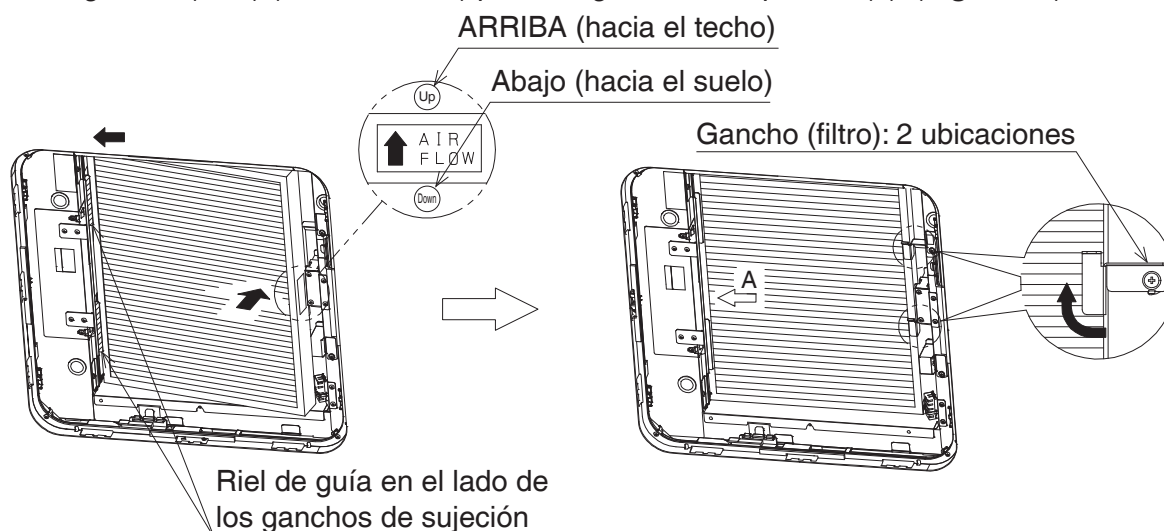

Figura 24
- (1) Saque el filtro plisado (1) de su bolsa.
- (2) Con la flecha (FLUJO DE AIRE) del lado del filtro plisado (1) orientada hacia arriba, insértelo en el riel guía del lado de los ganchos de sujeción e insértelo completamente.
- (3) Empuje hacia arriba el filtro plisado (1).
- (4) Gire el gancho (filtro) (2 ubicaciones) para asegurar el filtro plisado (1). **(Figura 24)**